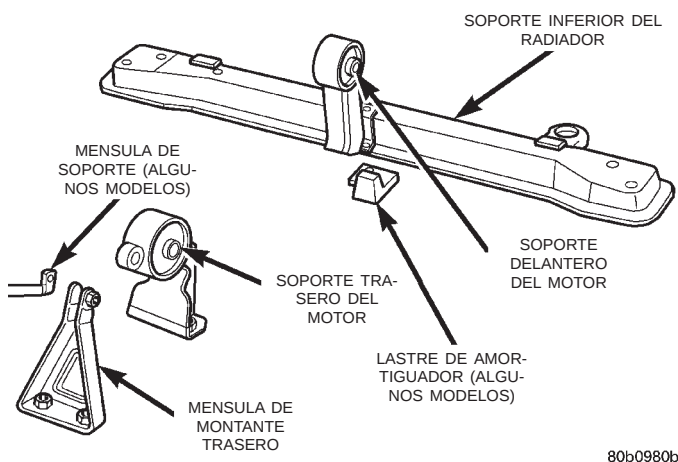

Fig. 16 Montaje del motor —Delantero y trasero
(3) Retire la ménsula del montante trasero y el refuerzo (Fig. 16).
(4) Retire los pernos que fijan el soporte trasero al travesaño de la suspensión.
(3) Instale el montante trasero y las ménsulas de soporte (Fig. 16). Apriete los pernos según los siguientes valores de torsión: